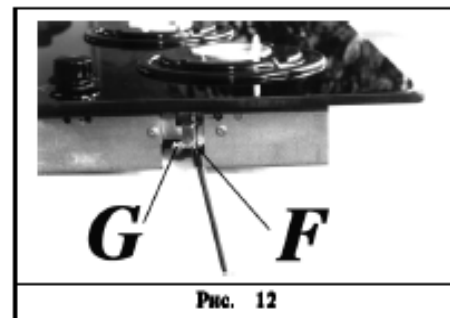

Рис. 12
- Вставьте рабочую поверхность в подготовленное в мебели отверстие и закрепите ее винтами "F" крепежных кронштейнов "G" (см. рис. 12).